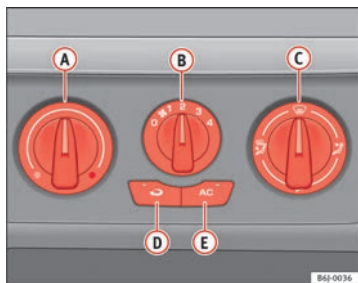

Fig. 95 Sulla plancia portastrumenti: i comandi dell'aria condizionata
- Disattivare l'impianto del condizionatore con il tasto ⇒ fig. 95 **AC** (si spegne la spia del tasto).
L'uso della funzione di ricircolo ⇒ **fig. 95**  (spia nel tasto accesa) impedisce la penetrazione di cattivi odori all'interno dell'abitacolo. Questa funzione è particolarmente utile nelle gallerie e quando si è fermi in coda.